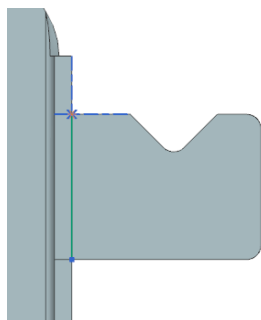

图 2-86 绘制草图
(3) 在“折弯”对话框中,单击  按钮,进入草图设计环境,绘制如图 2-86 所示的折弯线。单击“完成” 图标,草图绘制完毕。